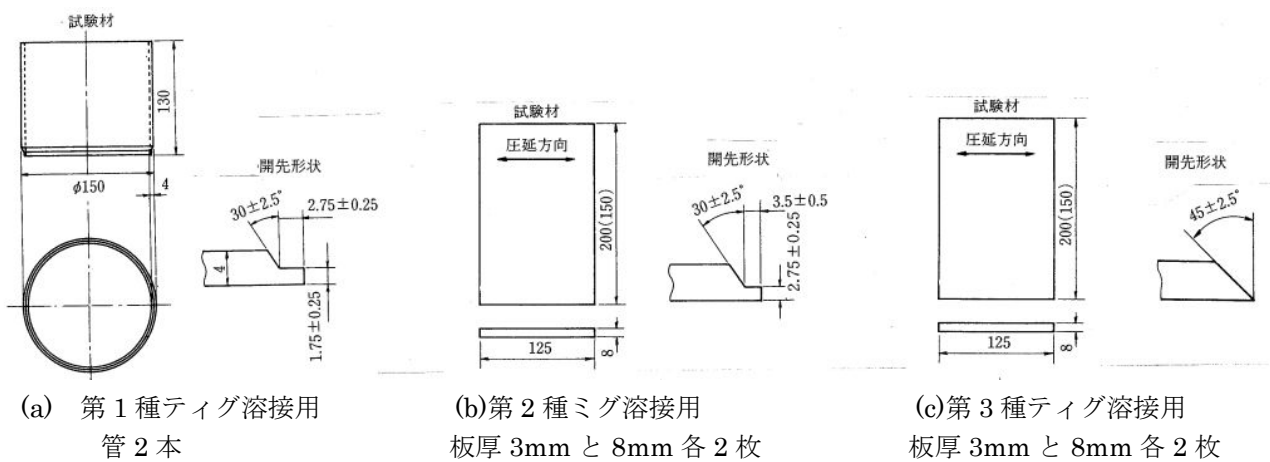

図4 支給する試験材の寸法及び数 (単位 mm)
- (2) 作業に入る前に支給された試験材の点検を行い、異常のある場合は実行委員に申出ること。
- (3) 試験材の開先加工時間は、片付け、清掃も含めて 20 分以内とする。
- (4) 試験材は競技種目に従い、図 4 に示すものを支給する。競技開始後は試験材の再支給はしない。
- (5) 作品の作製には、支給された試験材以外の材料及び会場備え付以外のジグを使用してはならない。
- (6) 溶接中に事故のあった場合は、直ちに実行委員に申出て、その指示を受けなければならない。
- (7) 競技時間は、練習、タック溶接、本溶接、清掃及び実行委員の確認に要する時間を含めて第 1 種は 40 分、第 2 種は 40 分、第 3 種は 50 分とする。